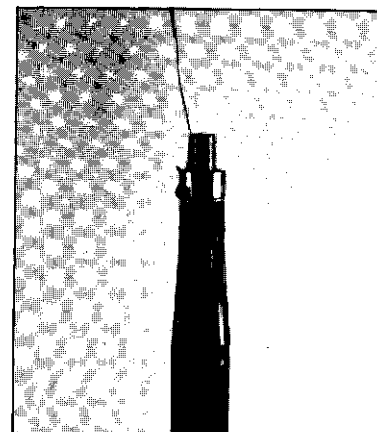

Fig. 10
- 21) Inserire sul dado di fissaggio un filo di ferro della lunghezza minima di 600 mm in modo da poter sollevare l'asta pistone (Fig. 10).
- 21) Install a piece of wire (600 mm - 23.6 in. or more length) to the lock nut to pull up the piston rod (Fig. 10).